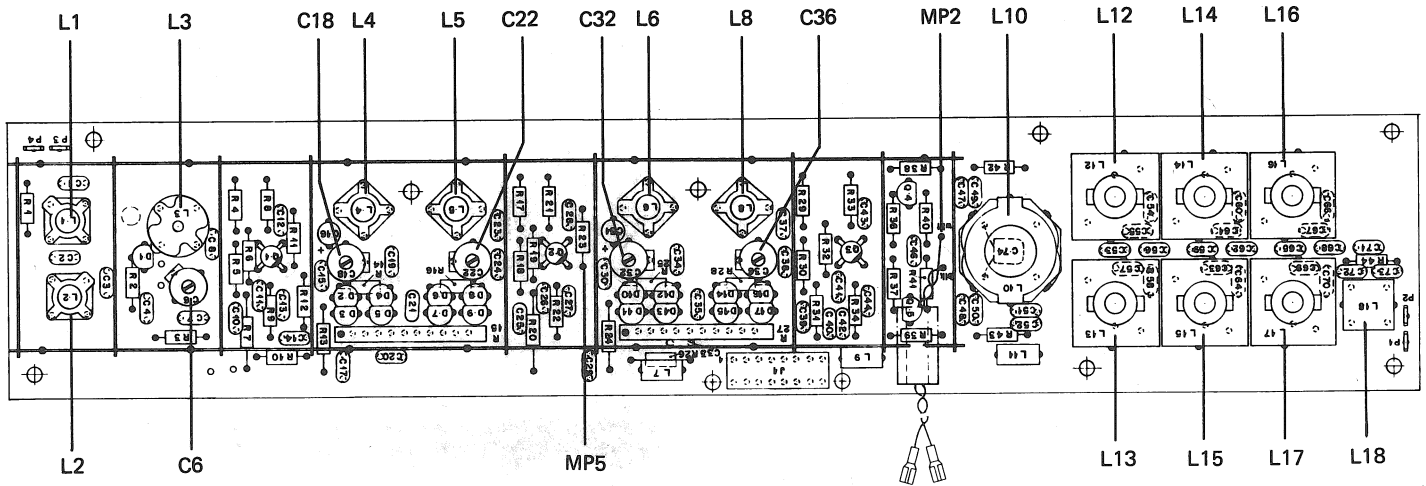
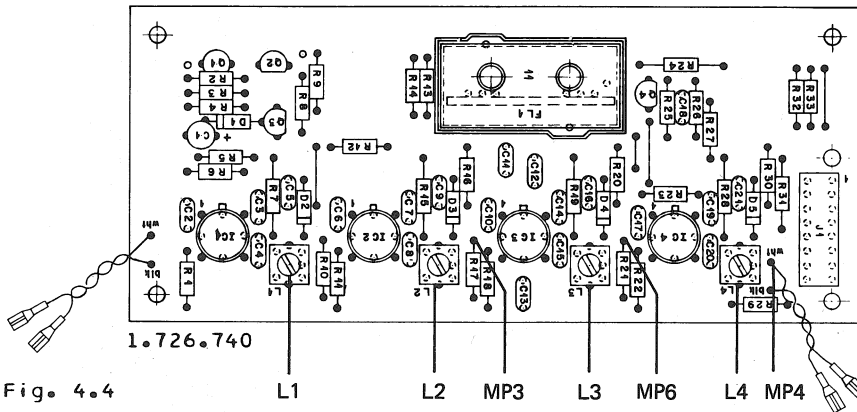

Fig. 4.3
Fig. 4.4
- Frequenzzaehler an Messpunkt MP4 (weisse Litze, 1.726.740, Fig. 4.4) anschliessen.
- HF-Voltmeter an Messpunkt MP3 (R17, IC3 Pin 1, 1.726.740, Fig. 4.4) anschliessen.
- Stationstaste 2 drücken (90 MHz) und L3 bis L6 und L8 auf maximale Spannung am HF-Voltmeter einstellen (Fig. 4.3).
- Frequenzzaeher an Messpunkt MP4 (1.726.740, Fig. 4.4) anschliessen.
- L10/L12/L13 bis L18 (1.726.730, Fig. 4.3) und L1/L2 (1.726.740, Fig. 4.4) auf maximale Anzeige am HF-Voltmeter abgleichen. Einstellung mehrmals wiederholen, da sich die Spulen gegenseitig beeinflussen.
- Werden die angegebenen Werte nicht erreicht, ist die Einstellung der Spulenkern L10 und L12 bis L17 (1.726.730 Fig. 4.3) zu veraendern, bis die vorgeschriebenen Toleranzen erreicht werden. Eine allfaellige Korrektur ist mit allen Spulenkernen durchzufuehren. Der ZF-Pegel darf dabei nicht veraendert werden. Die ZF-Filter muessen moeglichst symmetrisch eingestellt werden.
- HF-Voltmeter an Messpunkt MP6 (R21, IC4 Pin1, 1.726.740, Fig. 4.4) anschliessen und L3 auf maximale Spannung einstellen.
- HF-Voltmeter an Messpunkt MP4 anschliessen und L4 auf maximale Spannung einstellen (Fig. 4.4).